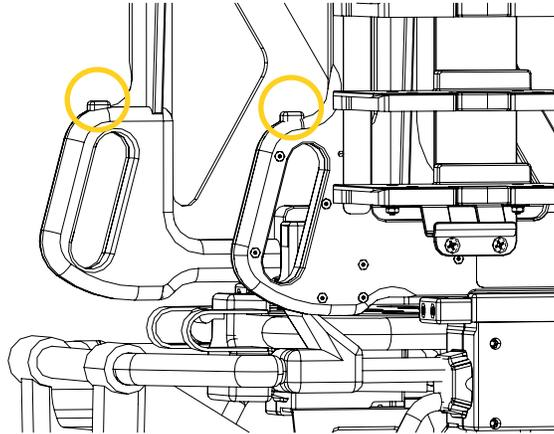

Figure 44: Mécanismes à déclenchement rapide de la structure mobile
13. Saisir les poignées de la structure mobile, puis appuyer et maintenir les boutons des mécanismes à déclenchement rapide (Figure 44).